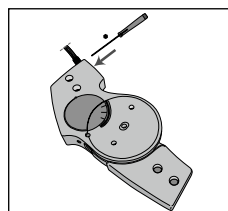

Fig. 8
7. Desserrez la vis de sécurité sur le côté de la articulation de deux tours (**Voir Fig. 8**). Ne pas enlever la vis de la articulation.
18. Serrez ensuite correctement la vis de sécurité de la satellite. (**Voir Fig. 8**).